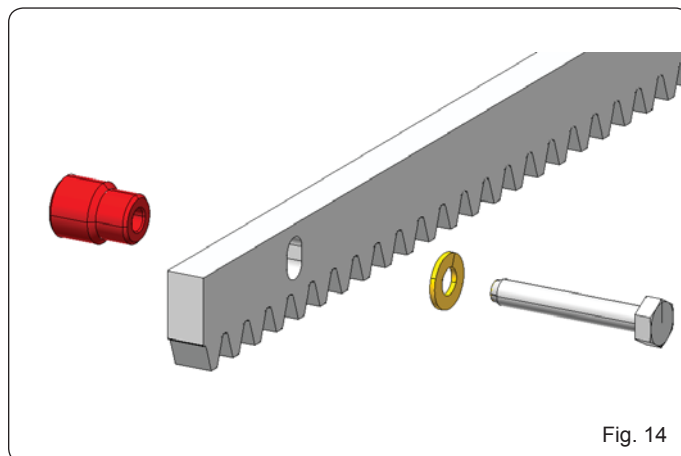

Fig. 14
5.4.2 CREMALLERA DE ACERO PARA ENROSCAR (Fig. 14)